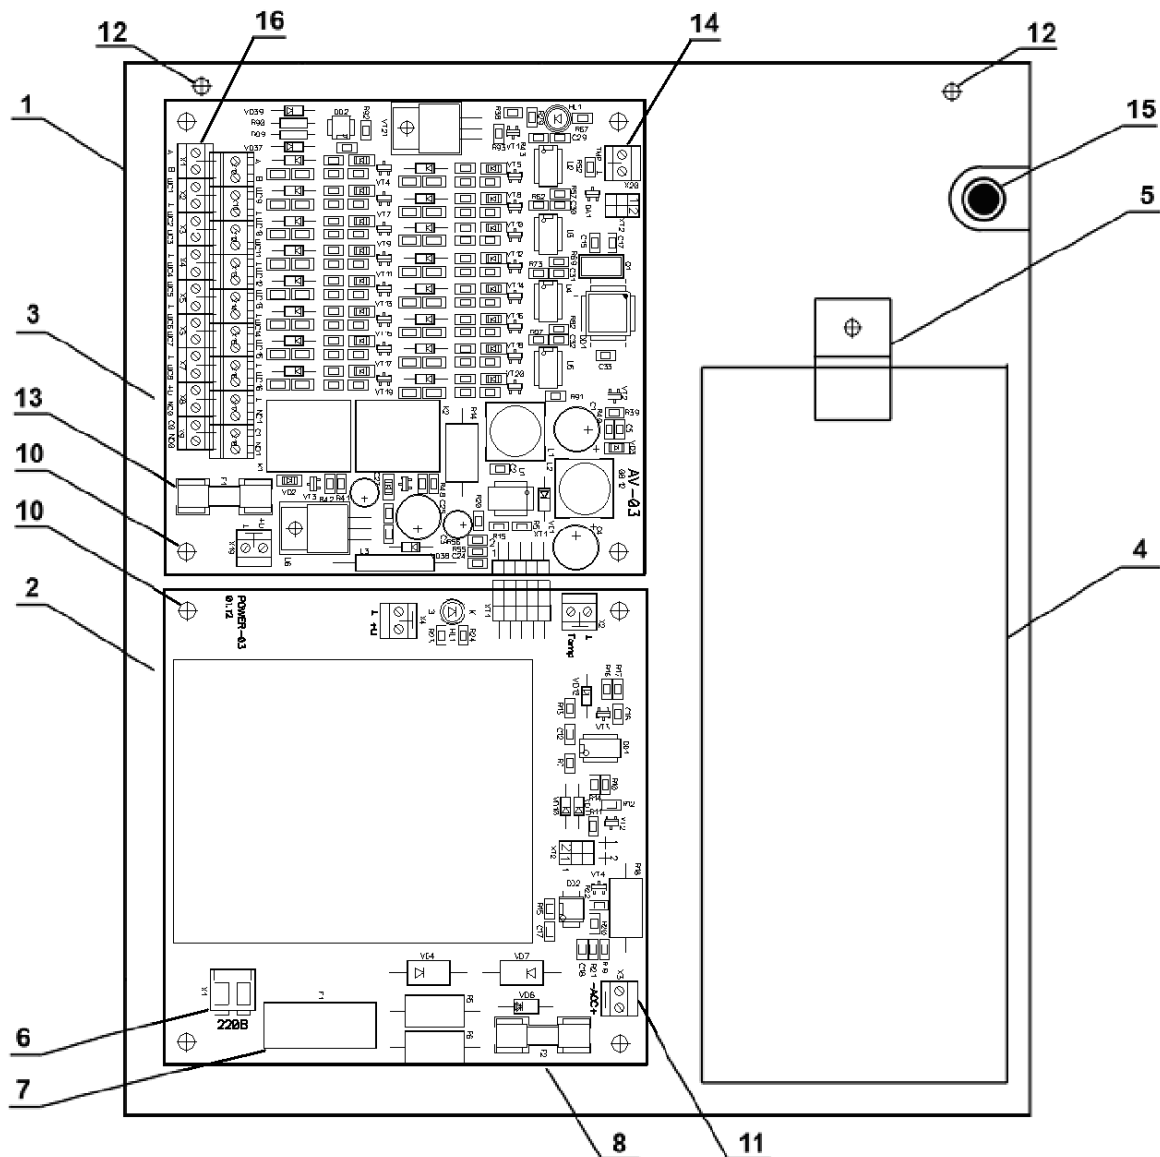

Рисунок 1. Контроллер без крышки
6.2 Основными конструктивными элементами контроллера (рисунок 1) являются корпус 1; датчик вскрытия корпуса 15; плата блока питания 2, плата контроллера 3, на которой расположены: